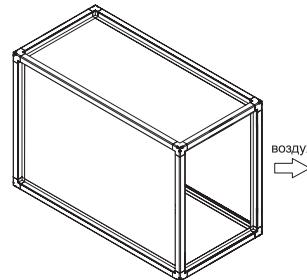

Рисунок 22
*Бокс B3 (рис.22) закрыт панелями со всех сторон, кроме боковой части и торцевой. Используется с гибкой вставкой или клапаном для выброса/зaborа воздуха в бок. Как правило устанавливается в конце или в начале установки RW.*